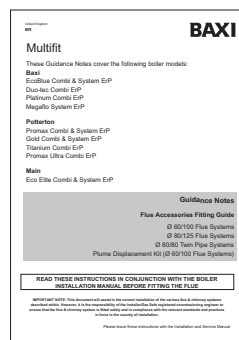

Fig. 13a
8.6 Flue Accessories (Fig. 13a)